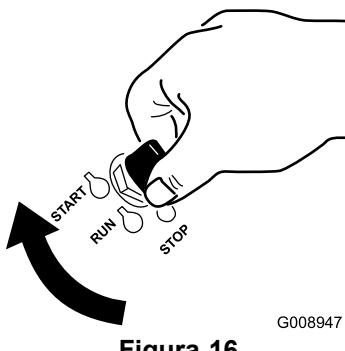

Figura 16
1. Gire la llave de contacto a la posición de Arranque (Figura 16). Cuando el motor arranca, suelte la llave.
6. Gire la llave de contacto a la posición de Arranque (Figura 16). Cuando el motor arranque, suelte la llave.